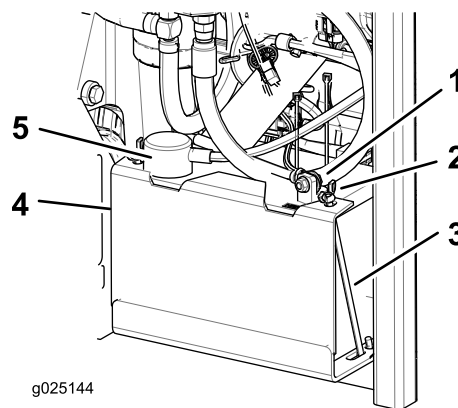

Figure 40
3. Commencez par débrancher le câble négatif (noir) de la borne négative (-) (noire) de la batterie (Figure 40).
4. Enlevez le capuchon rouge de la borne positive (rouge) de la batterie et débranchez le câble positif (+) (rouge) (Figure 40).
5. Retirez les écrous à oreilles qui fixent les crochets en J (Figure 40).
6. Déposez le dispositif de maintien (Figure 40).
1. Placez la batterie dans son support en tournant les bornes à l'opposé du réservoir hydraulique (Figure 40).
- Fixez les câbles avec 2 boulons, 2 rondelles et 2 contre-écrous (Figure 40).
- Reposez le dispositif de maintien et fixez-le avec les écrous à oreilles et les crochets en J (Figure 40).